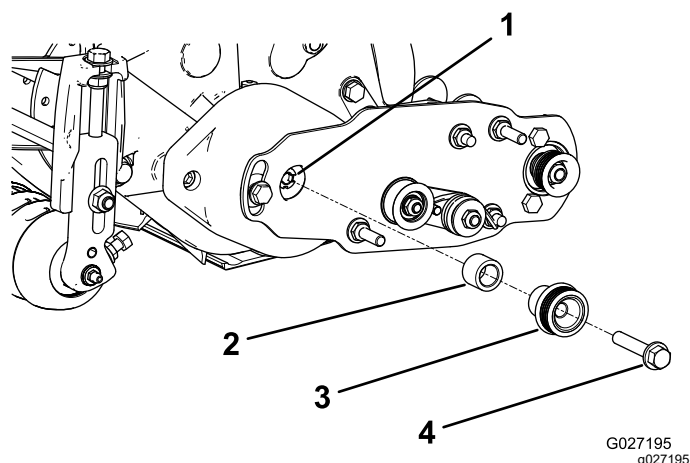

Figure 15
- Insérez l'entretoise sur l'arbre du logement de roulement (Figure 15).
- Insérez la poulie d'entraînement dans l'entretoise et sur l'arbre d'entraînement (Figure 15).
- Fixez la poulie et l'entretoise à l'arbre d'entraînement au moyen d'un boulon à embase (3/8" x 2") ; voir Figure 15.